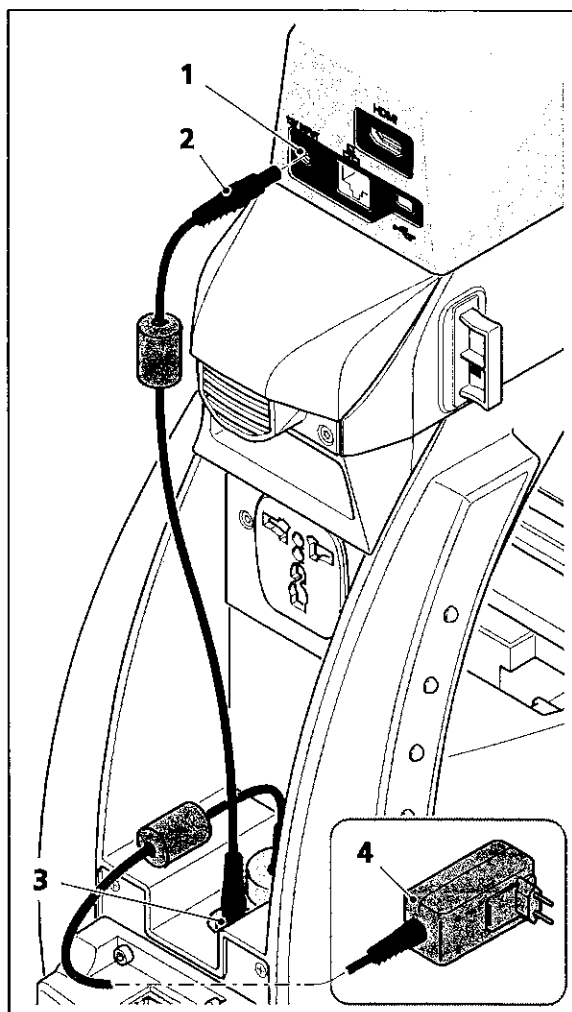

Fig. 5 Raccordement du câble de connexion 12 V
- Introduisez le connecteur mâle (Fig. 5/2) du câble de connexion 12 V dans le connecteur femelle marqué "12V INPUT" (Fig. 5/1) au dos du tube 30°/20 à caméra HD IP intégrée.
- Introduisez le connecteur mâle de l'autre extrémité du câble de connexion 12 V dans le connecteur femelle marqué "OUTPUT DC 12V" au dos du statif (Fig. 5/3).
- Raccordez le bloc d'alimentation (Fig. 5/4) à une prise de courant.